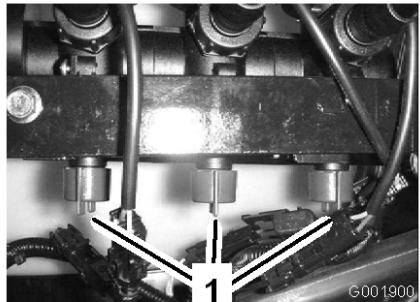

Figure 21
10. Réglez la soupape de dérivation de rampe (Figure 21) située sous la soupape de commande de la rampe que vous avez mise hors service jusqu'à ce que la valeur indiquée au manomètre soit la même qu'au point 7.